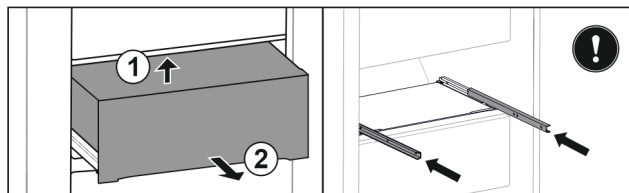

Fig. 148
- ▶ Podignite ladicu odozdo straga. Fig. 148 (1)
- ▶ Izvadite ladicu prema naprijed. Fig. 148 (2)